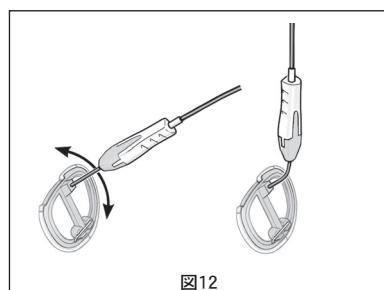

図12
4. 術野へのアクセスを容易にする必要があれば、リングには触れずにホルダーのワイヤを曲げます（図12）。